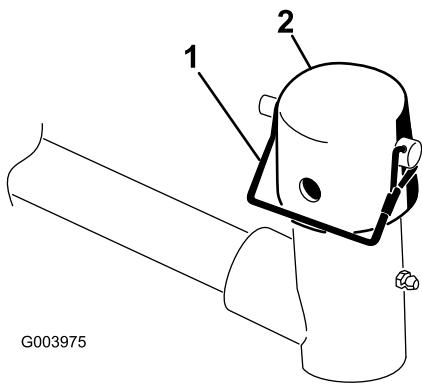

Figura 6
7. Retire el pasador de seguridad y el tapón de la horquilla de pivote del brazo de elevación (Figura 6).
11. Coloque el tapón sobre el eje del bastidor de tiro y la horquilla del brazo de elevación. Utilice la ranura si se desea una unidad de corte dirigible, y utilice el taladro si la unidad de corte va a quedar bloqueada en una posición fija (Figura 6).